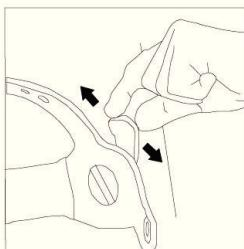

Рис. 7
7.9 На боковой стороне сварочной маски существуют фиксированные отверстия. Можно изменить угол поля зрения путём регулировки положения пистона в фиксированных отверстиях (рис. 7)